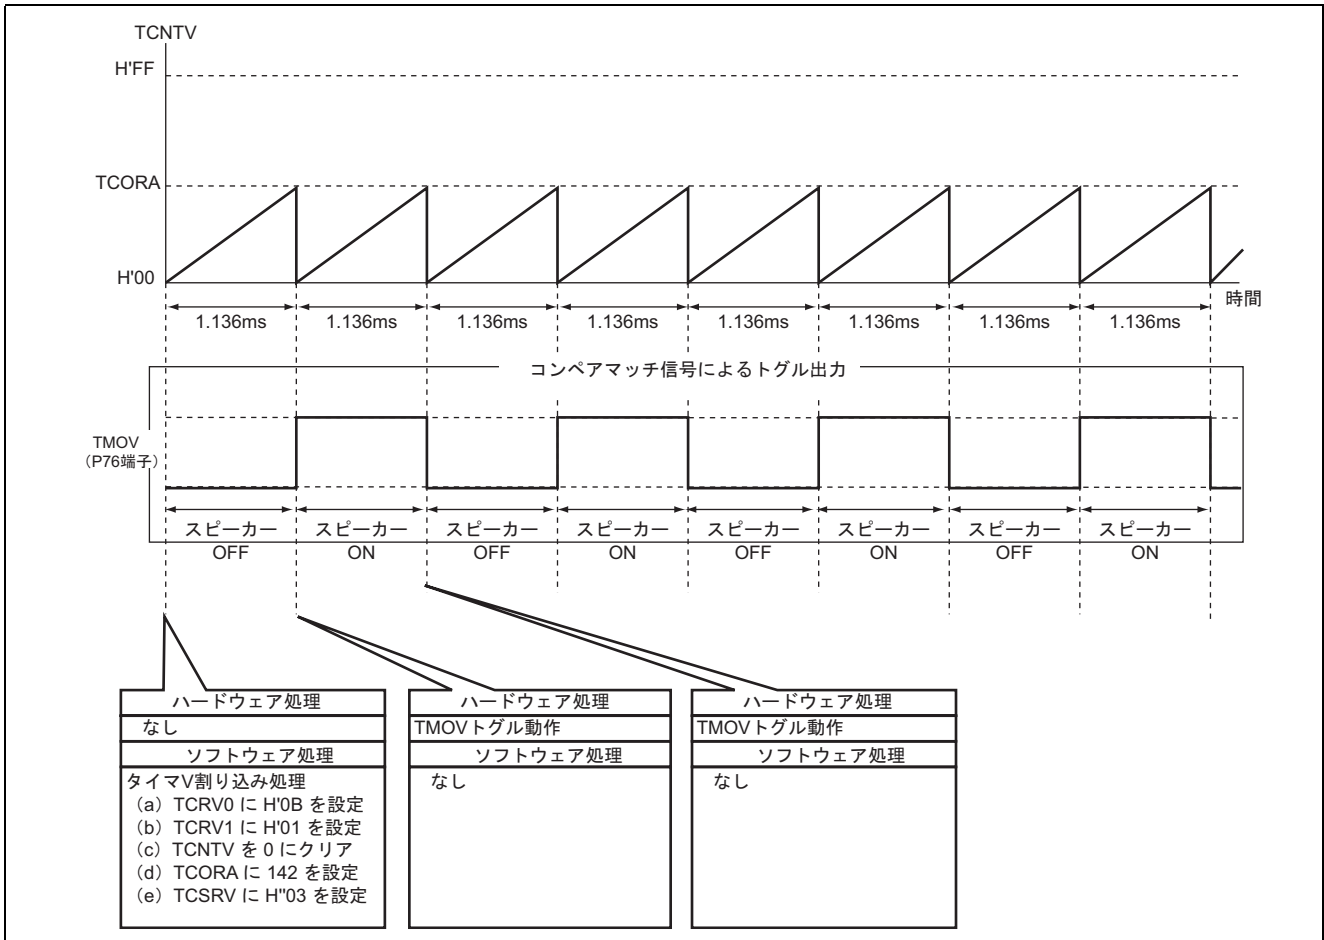

図 3.1 タイマ V を使用した音階出力の動作原理
1. 図 3.1 にタイマ V を使用した、音階出力を行う際の動作原理を示します。図 3.1 に示すようにタイマ V コンペアマッチ周期ごとに TMOV をトグル出力させることにより A (440Hz) の音を出力しています。